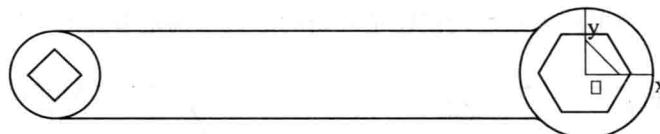

图 2-1-6 曲线过渡
(4) 单击“曲线过渡”按钮 ，或选择菜单“造型”→“曲线编辑”→“曲线过渡”命令，在立即菜单中选择“圆弧过渡”、“不裁剪曲线 1”和“不裁剪曲线 2”，输入半径为“4”，鼠标拾取直线和右边的圆即可生成 R4 的圆弧。
(5) 同样采用上述方法绘制另一条直线，如图 2-1-6 所示。